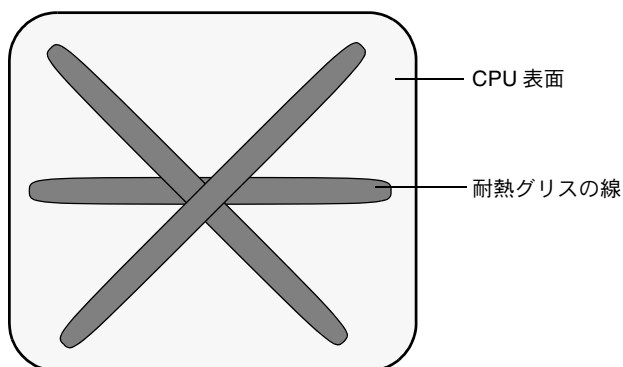

図 4-12 耐熱グリスを塗布する際のパターン
- g. 耐熱グリス (1ml) のシリンジ 1 個を使用し、図 4-12 の 3 本線を描くように、注意してグリスを CPU 上部に塗布します。
ご参考： 新しい CPU には耐熱グリス用シリンジ 2 個が付属していますが、各 CPU にシリンジを 1 個ずつ使用してください。図 4-12 のようにグリスを塗布します。